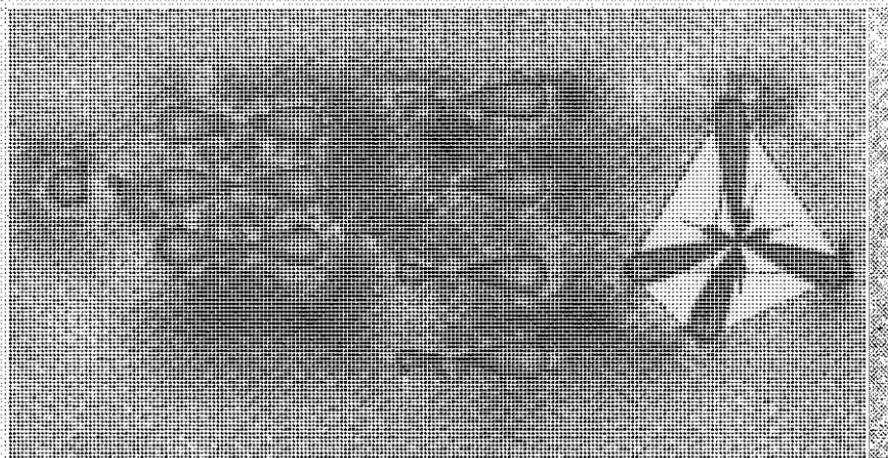

Рис. 107. Схема выравнивания (гибридизация) *s*- и *p*-электронных облаков в атоме углерода.
**Строение кристаллических решеток. Аллотропия.** В результате притока энергии в атоме углерода происходит распаривание электронов и образуются четыре неспаренных электрона, из которых один *s*-, а три *p*-электроны. Доказано, что при образовании химических связей электроны стремятся приобрести облака одинаковой формы (рис. 107). Одинаковой формы вытянутые электронные облака, взаимно отталкиваясь, располагаются в пространстве так, что их оси оказываются направленными к вершинам тетраэдра. Вершины этих облаков могут перекрываться с электронными облаками других атомов. Это наблюдается, на-